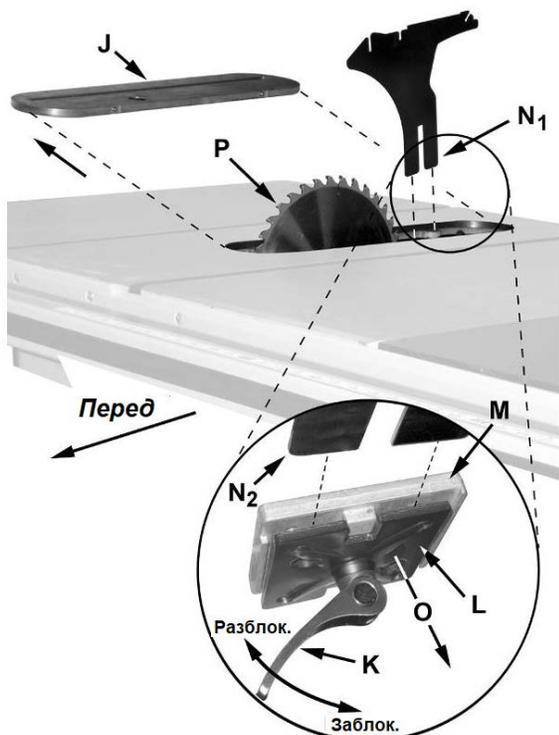

Рис. 8
4. Поверните оправку, чтобы совместить *паз* (C) с *фиксатором оправки* (D).
5. Нажмите на *фиксатор* (D) в направлении, указанном стрелкой, чтобы он попал в *паз* (C) на *оправке*. Одновременно с этим открутите *гайку оправки* (A), при необходимости ослабив ее с помощью 27 мм гаечного ключа.
6. Снимите *прижимную шайбу* (B).
- Установите пильный диск так, чтобы зубья в его верхней части были обращены к передней части станка. Если вы не уверены в правильности направления зубьев, проверьте его по Рис. 8.
- Извлеките *фиксатор* (D) из оправки и затяните *гайку* (А) с помощью 27 мм гаечного ключа.
См. Рис. 8:
- Снимите вставку стола (J).
- Разблокируйте запорную рукоятку (K) под столом, доступ к которой возможен только через отверстие для установки вставки стола (Рис. 8, выносной вид).
- Подпружиненный подвижный зажим (L) отойдет (O) от неподвижного (M), образуя зазор между ними.
- Вставьте расклинивающий нож нижней частью (N1, N2) до конца в зазор между зажимами (L, M). Затем заблокируйте рукоятку (K).
- Установите на место *вставку стола* (J). Пильный диск и расклинивающий нож должны выступать из паза вставки стола.
Зажимы (L, M, Рис. 8) отрегулированы на заводе-изготовителе, поэтому дополнительная регулировка защитного ограждения пильного диска и расклинивающего ножа не требуется. Однако, **очень важно, чтобы расклинивающий нож был выровнен с пильным диском.** Перед работой на станке прочтите *раздел "Регулировка расклинивающего ножа"* (стр. 14). При необходимости произведите его регулировку.